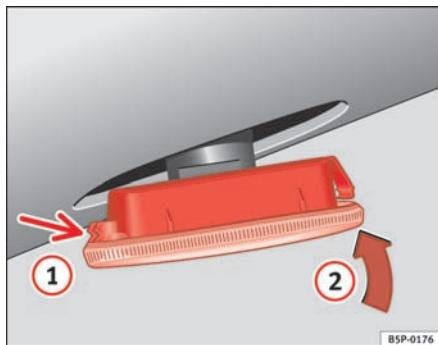

Fig. 152 Intermitentes laterales
- Coloque el intermitente en primer lugar en el orificio de la carrocería, encajando las pestañas ① ⇒ fig. 152, y a continuación encaje la lámpara como indica la flecha ② ⇒ fig. 152 ■